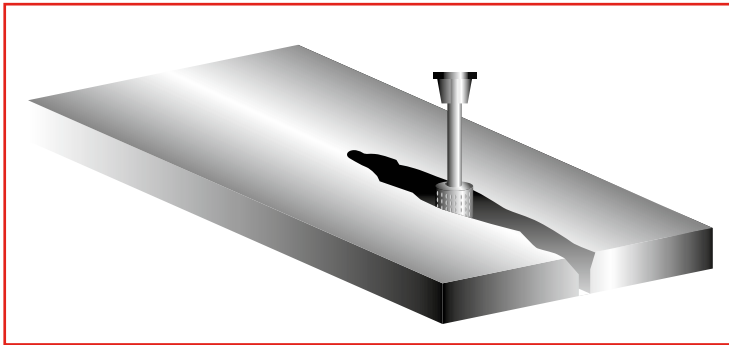

Figura 10. Esmerile el área reparada para una máxima adhesión.
**3. Para crear una mejor unión**, taladre o esmerile el área de la grieta para agrandarla. Después que la grieta ha sido abierta, limpie el área de cualquier residuo usando el ODC-Free Cleaner & Degreaser de LOCTITE. (Vea la figura 10).